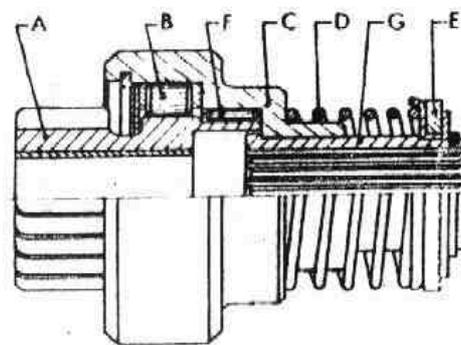

Fig. N-32
F) Agujas de rodadura entre el piñón y el soporte (Fig N-32)